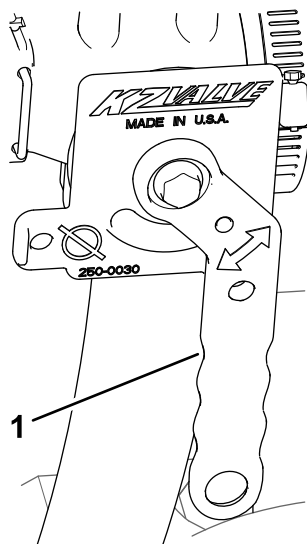

図 42
4. エダクタ停止バルブについているハンドルを回して開く 図 42。
5. エダクタ停止バルブを閉じる図 42 エダクタを始動する (ページ 21)を参照。